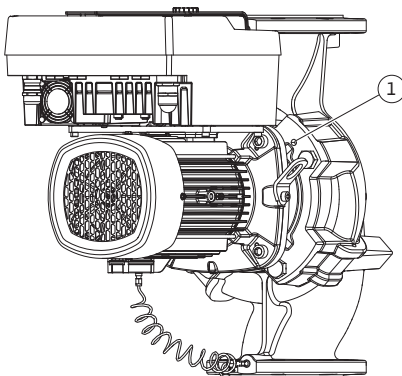

Fig. 11: Wypchnięcie głowicy silnika przez gwintowane otwory (DN 100 ... DN 125)
5. Odkręcić głowicę silnika (patrz Fig. 4) z korpusu pompy. W tym celu odkręcić wszystkie śruby (DN 32 ... DN 80: Fig. I, poz. 29; DN 100 ... DN 125: Fig. II, poz. 29). Wypchnąć głowicę silnika z korpusu pompy. Przy DN 80 ... DN 125 w tym celu należy wykorzystać dwa gwintowane otwory (Fig. 11, poz. 1). W celu poluzowania osadzenia wkręcić śruby M10 o odpowiedniej długości w gwintowane otwory.
5. Wycisnąć głowicę silnika (patrz Fig. 4) z korpusu pompy. W tym celu należy wykorzystać dwa otwory gwintowane (patrz Fig. 11). W celu poluzowania osadzenia wkręcić śruby M10 o odpowiedniej długości w gwintowane otwory.